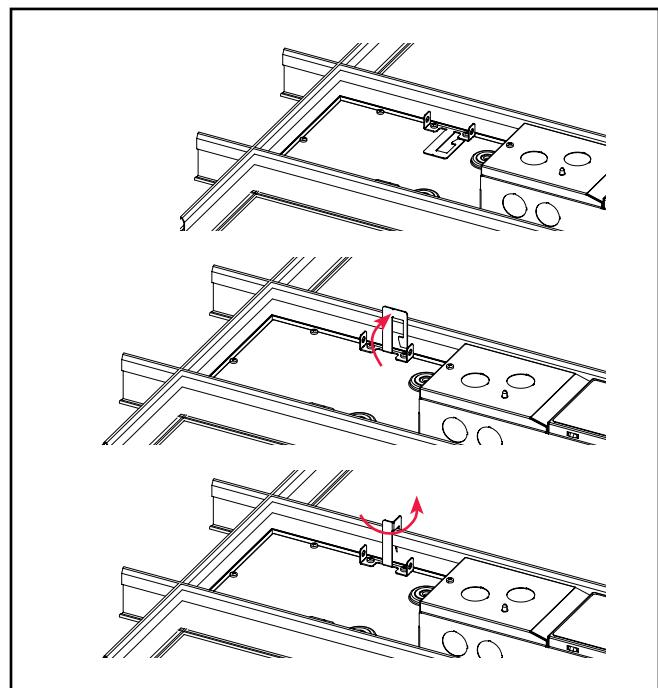

Figure 4.
6. Orientez toutes les languettes à l'arrière du luminaire par-dessus la grille en T en les pliant vers le haut à 90 degrés et perpendiculaires à l'arrière du luminaire. Pliez ensuite les languettes à 90 degrés vers le cadre de la grille en T. (Figure 4.)